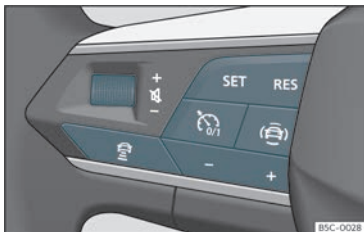

Fig. 159 Sur le volant multifonction : touches de manipulation de l'ACC
Votre véhicule dispose d'ACC s'il dispose du menu de configuration dans le système d'infodivertissement»» page 96, et s'il dispose des boutons de la fonction ACC sur le volant multifonction»» fig. 159
- Pour commencer le réglage, appuyez sur le bouton **SET** >>> **fig. 159**.
Pour programmer la vitesse, appuyez sur les boutons + ou - >>> **fig. 159** jusqu'à la vitesse souhaitée. Le réglage de la vitesse s'effectue par intervalles de 10 km/h (5 mph).
- Appuyez sur le bouton puis sur le bouton + ou - >>> **fig. 159**.